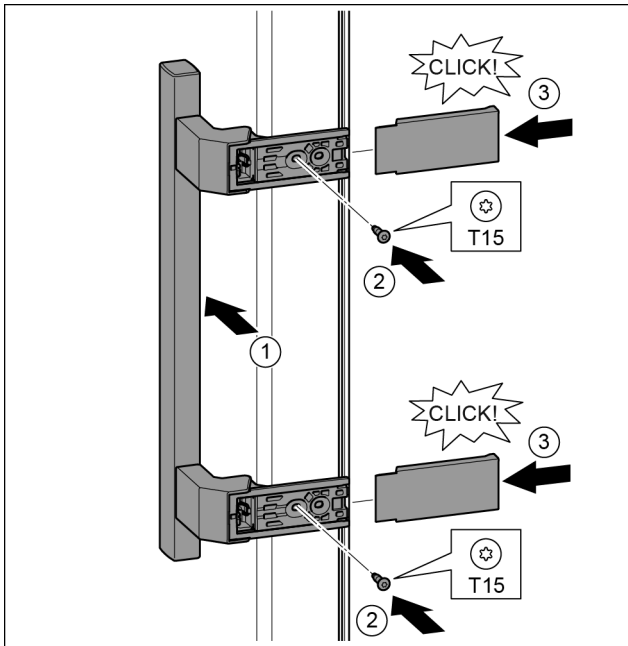

Fig. 21
- ▶ Greep op de tegenoverliggende zijde aanbrengen. Fig. 21 (1)
- ▶ Schroeven met schroevendraaier T15 vastschroeven. Fig. 21 (2)
- ▶ Afdekkingen zijdelings aanbrengen en erop schuiven. Fig. 21 (3)